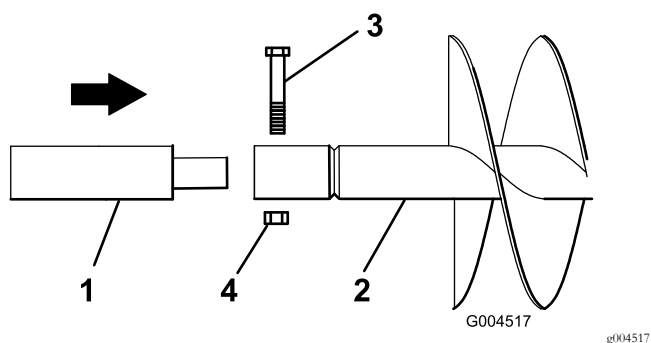

Bild 6
5. Wenn Sie eine Verlängerung mit dem Erdbohrer verwenden, setzen Sie das Ende der Verlängerung in das Ende des Erdbohrers ein und befestigen Sie den Erdbohrer mit einer Schraube (7/8" x 4-1/2") und einer Mutter (7/8") an der Verlängerung (**Bild 6**).